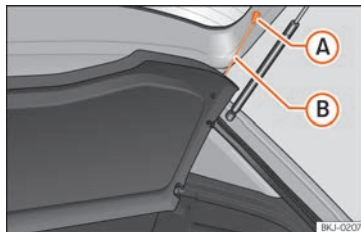

Abb. 137 Im Gepäckraum: Gepäckraumabdeckung aus- und einbauen.
- Hängen Sie die Haltebänder »» (Abb. 137) (A) aus den Aufnahmen (A) aus.
- Hängen Sie die Haltebänder »» (Abb. 137) (B) an der Heckklappe ein.